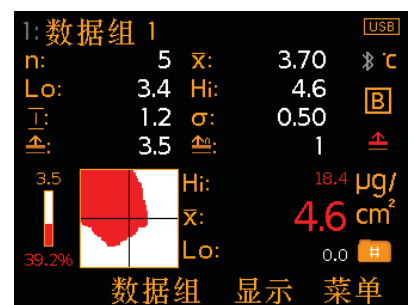

图7: 统计和通过/失败图
- 通过/失败图a (图7); 提供盐污染的视觉指示. 可溶性盐水平的限值设置以上, 区域是红色, 限值以下区域是白色的. 通过/失败图左侧的测量柱状显示限值(柱状以上)和百分比测试区以上的定义限制(柱状以下). 柱状也是通过/失败百分比的视觉指示. 最高(Hi), 最低(Lo)和平均( $\bar{x}$ )的读数为当前测量所显示到右边.